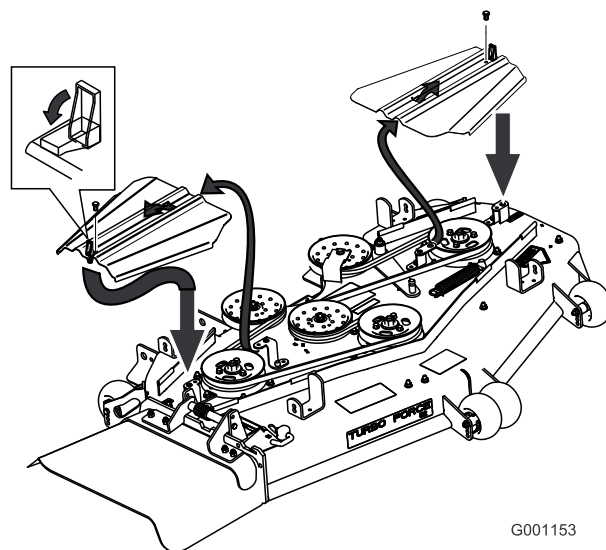

Figure 65
3. Retirez les boulons de fixation des couvercles de courroie et déposez les couvercles (Figure 65).
9. Posez les couvercles en les insérant dans la languette, vissez les boulons en place et fermez les fixations (Figure 65).